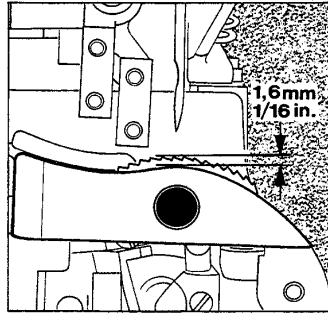
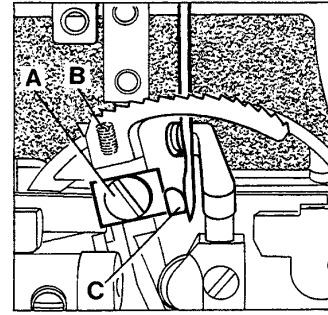

Fig. 9
Fig. 10
The lower feed dog is set correctly when its teeth rise slightly more than the depth of a full tooth (approx. 1.6 mm (1/16") above the throat plate (see Fig. 9). To raise or lower the feed dog loosen screw (A, Fig. 10) and set the feed dog to the specified height. Retighten screw (A). Now reset stop screw (B) in feed dog to maintain the adjusted feed dog height.
Set the needle guard (C, Fig. 10) so that it just touches the needle when it is at its most forward point of travel. To move guard forward or backward loosen screw (A) and move needle guard as required. Retighten screw.
Der untere Transporteur ist richtig eingestellt, wenn die Transporteurzähne die Stichplatte etwas mehr als eine volle Zahnhöhe (ca. 1,6 mm) überragen (siehe Fig. 9). Zum Höher- oder Tieferstellen des Transporteurs lösen Sie die Schraube (A, Fig. 10) und stellen den Transporteur auf die vorgeschriebene Höhe. Ziehen Sie die Schraube (A) wieder an. Nun stellen Sie die Anschlagsschraube (B) im Transporteur so, daß die eingestellte Transporteurhöhe erhalten bleibt.
Stellen Sie den Nadelanschlag (C, Fig. 10) so, daß er die Nadel gerade leicht berührt, wenn er am vordersten Punkt seiner Bewegung steht. Zum Verstellen des Anschlags nach vorne oder hinten lösen Sie die Schraube (A) und stellen den Anschlag entsprechend ein. Ziehen Sie die Schraube wieder an. **BEACHTEN SIE:** Mit der Schraube (A) wird gleichzeitig der untere Transporteur befestigt. Beachten Sie deshalb beim Einstellen des Nadelanschlags, daß die Transporteurhöhe nicht verändert wird.